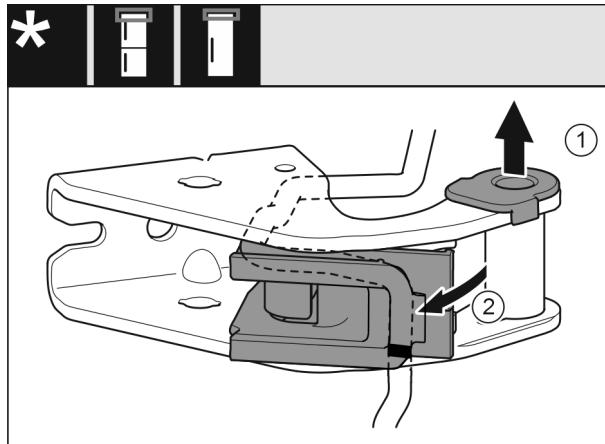

Fig. 26
- Extrageți cузinetul din ghidaj. *Fig. 26 (1)*
- Rabatați în exterior suportul de cablu. Fig. 26 (2)